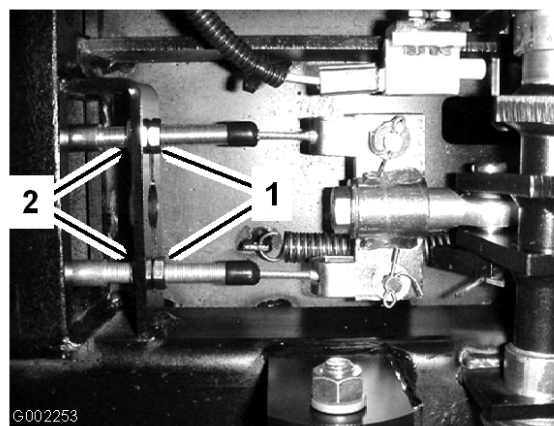

Figura 55
5. Allentate i dadi anteriori sui cavi del freno, sotto l'estremità anteriore dello sprayer (Figura 55).
6. Serrate i dadi posteriori in modo uniforme finché il pedale del freno non si sposta di 1 o 2 cm prima che notiate una certa resistenza (Figura 55).